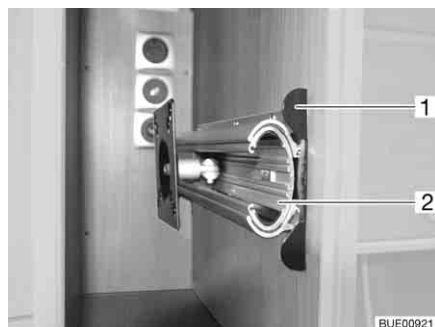

Fig. 88 Suporte no móvel para televisão
- Empurre para dentro a régua de destravar (Fig. 88,1).
- Puxe o esticador (Fig. 88,2) para fora até ao encosto.
- Desloque para dentro o esticador (Fig. 88,2) até que a régua de destravar (Fig. 88,1) encaixe.